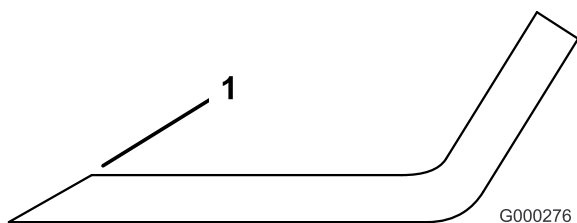

Figure 79
1. Au moyen d'une lime, aiguiser les tranchants aux deux extrémités de la lame (Figure 79). Veillez à conserver l'angle de coupe d'origine. Limez la même quantité de métal sur chacun des deux tranchants pour ne pas déséquilibrer la lame.